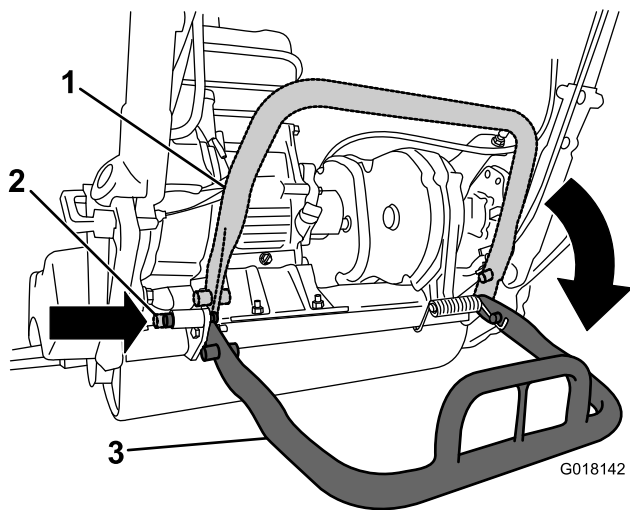

図 3
2. キックスタンドを下げ、ロッキングピンを差し込んでキックスタンドを整備位置に固定する図3。ロッキングピンで機体を支える。